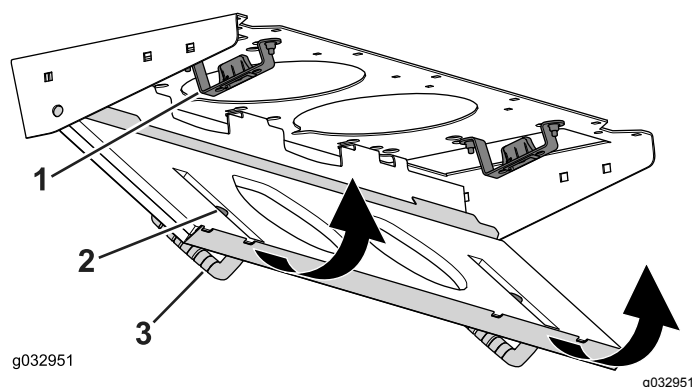

図 137
4. フィルタスクリーンを回転させてラッチをラッチ取り付けアセンブリにロックする 図 137。